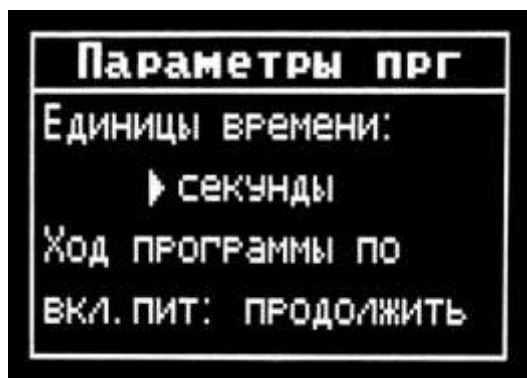

Рисунок 16
5.3.5 Общие настройки программ (рис. 16).